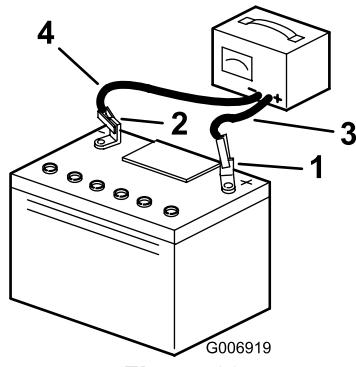

Figura 29
5. Desconecte los cables del cargador de los bornes de la batería (Figura 29).